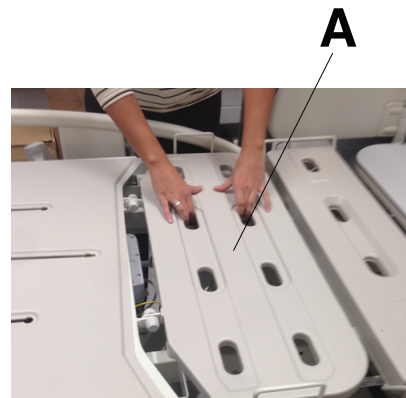

Figure 3 – Retrait de la housse supérieure du repose-jambes
1. Retirer la housse supérieure du repose-jambes (A) (Figure 3).